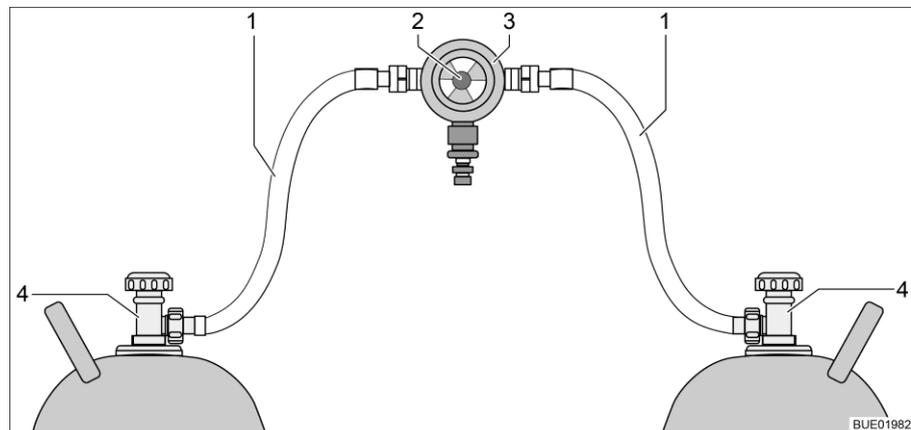
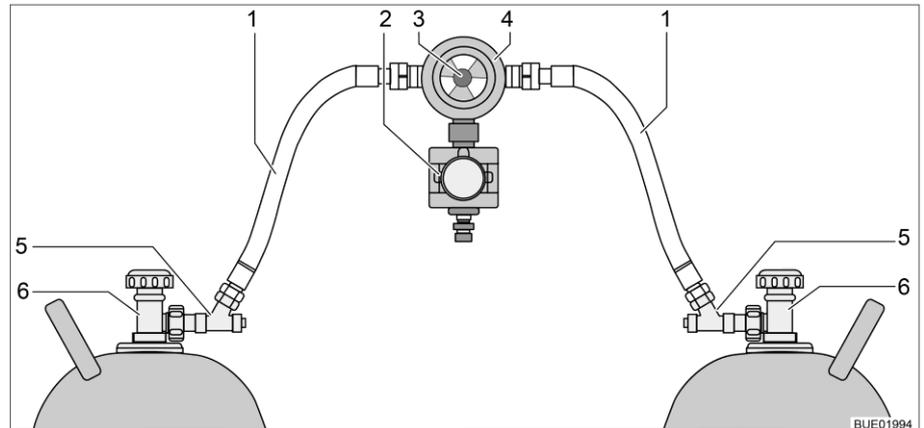

Fig. 111 Instalación de conmutación de bombonas de gas
Fig. 112 Instalación de conmutación de bombonas de gas con CPU
La instalación de conmutación de bombonas de gas consiste de un regulador de presión de gas combinado, con válvula selectora e indicador (Fig. 111,3). La instalación de conmutación de bombonas de gas está montada entre las dos gomas del gas (Fig. 111,1).
La instalación de conmutación de bombonas de gas consiste de un regulador de presión de gas combinado, con válvula selectora e indicador (Fig. 112,4) y una electroválvula (Fig. 112,2). En caso de una frenada a fondo, un accidente o una extrema posición inclinada, la electroválvula bloquea el suministro de gas al vehículo. La instalación de conmutación de bombonas de gas está montada entre las dos gomas del gas (Fig. 112,1) con dispositivos de seguridad en caso de rotura de manguera (Fig. 112,5).
Con el botón giratorio (Fig. 111,2 ó bien Fig. 112,3) en la instalación de conmutación de bombonas de gas se puede determinar cuál de las bombonas de gas se utilizará como bombona de servicio y cuál bombona de gas como bombona de reserva.
En la unidad de mando (Fig. 113) únicamente pueden conmutarse las funciones eléctricas. Las llaves de paso principales de las bombonas de gas (Fig. 111,4 ó bien Fig. 112,6) deben abrirse y cerrarse a mano.
- Abrir las llaves de paso principales en las bombonas de gas (Fig. 111,4 ó bien Fig. 112,6).
- Pulsar los dispositivos de seguridad en caso de rotura de manguera (Fig. 112,5), uno tras otro, por 10 segundos.
- Con el botón giratorio (Fig. 111,2 ó bien Fig. 112,3) en la instalación de conmutación, seleccionar la bombona de gas de la que habrá de tomarse el gas con prioridad (bombona de servicio). Girar el botón giratorio siempre hasta el tope.
- Cerrar las llaves de paso principales en las bombonas de gas (Fig. 111,4 ó Fig. 112,6).